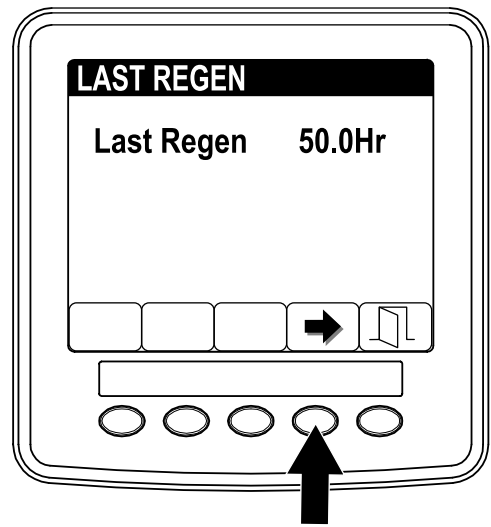

图6
- 使用 LAST REGEN (上次再生) 字段 (图6) 确定自上次重置、驻车或恢复再生以来发动机的运行小时数。